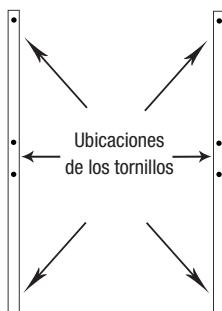

Figura 1
PASO 2: Luego, ubique los montantes de los Rieles de 60,96 cm con los Tornillos de 5,08 cm, como se muestra en la **Figura 1**. Utilice un nivelador para asegurarse de que los rieles estén derechos.